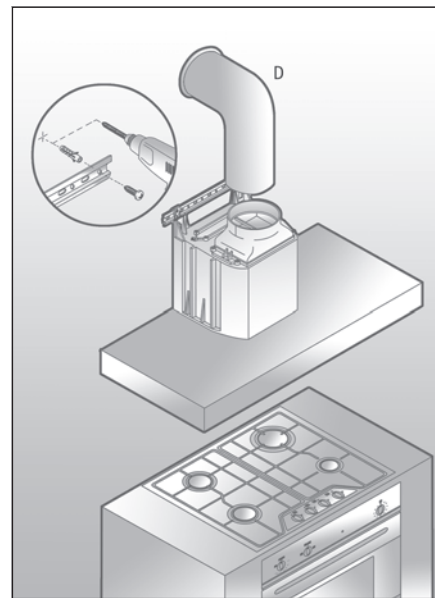

Fig.3
- Para que a coifa fique correta e seguramente fixa na parede, é importante utilizar buchas, parafusos e brocas na medida indicada (S-8). Os parafusos devem ser introduzidos através das aberturas no corpo da coifa (**fig.3**).
- Instale o duto flexível (D) no adaptador de dutos, localizado na parte superior da coifa (**apenas na função exaustor**) e faça também as conexões elétricas.